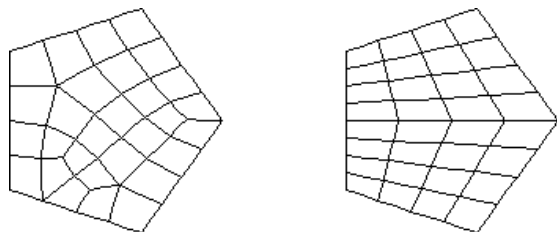
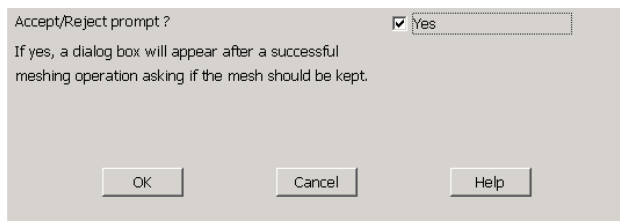

图4.43 自由分网（左）与映射分网（右）
图4.53 打开“接受/拒绝分网”提示
自由分网对于单元没有特殊的限制，也没有指定的分布模式，而映射分网则不但对单元形状有所限制，而且对单元排布模式也有要求。映射面网格只包含四边形或三角形单元，映射体网格只包含六面体单元。映射网格具有规则的形状，明显成排地规则排列。因此，如果想要这种网格类型，必须将模型生成具有一系列相当规则的体或面，才能进行映射分网。如图 4.43 所示。
- (1) 单击 **Main Menu>Preprocessor>Meshing>Mesher Opts** 菜单，弹出如图 4.43 所示的对话框，参考图 4.53 选中 **【Accept/Reject prompt】** 右边的 **【Yes】** 复选框。